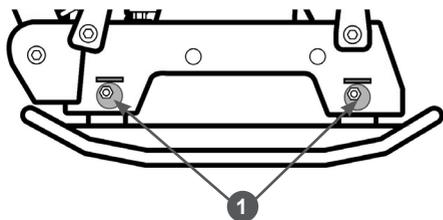

Рис. 22 Замена ремня вибратора
1. Ослабьте затяжку четырех гаек крепления рамы с обеих сторон виброплиты и поверните эксцентриковые шайбы 1 так, чтобы рама с двигателем опустилась вниз (Рис. 22). Благодаря этому ослабнет натяжение ремня.